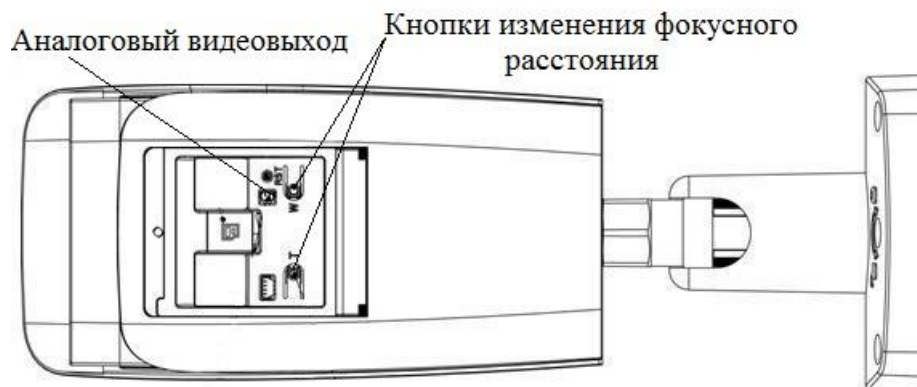

Рисунок 5
4.7 Камера оборудована моторизированным вариофокальным объективом, настройка фокусного расстояния и подстройка резкости предполагается через web-интерфейс камеры. При необходимости можно выполнить настройку фокусного расстояния объектива вручную с помощью кнопок настройки на самой камере. Для этого предварительно подключите камеру к аналоговому монитору, используя соответствующий видеовыход на камере (рис. 5).